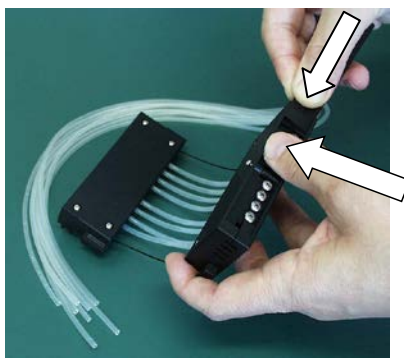

图 5-50.将盖板插到校准螺钉上
2. 移除分液盒下部的 4 个盖板紧固螺钉，带管体紧固器的管体，以及带分液头的分液头夹带；分液盒上部的 3 个固定螺钉；2 个限拉伸线；校准螺钉(图 5-50)，以及带管体紧固器的管体。保留校准螺钉和 PEEK 集线器用于安装新的管体组件。
15. 略微提起或弯折顶盖，使插入校准螺钉盖的操作更方便 (图 5-50)。